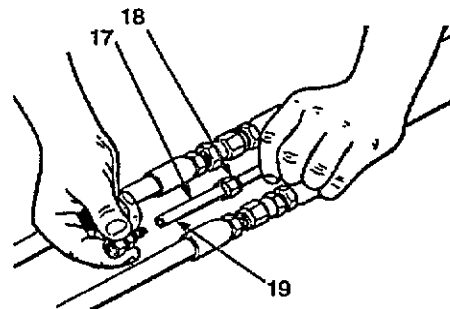

Fig. 4
- Cortar la manguera de aire no acoplada (17) para lograr una longitud que sea fácil a acoplar con la siguiente manguera de aire.
- Unir un acoplamiento con la manguera de aire (17). Ver Fig. 4.
- Deslizar el extremo macho del manguito (18) sobre la manguera.
- Engrasar el extremo del pasador (19) y empujarlo en la manguera hasta que se apoye correctamente.